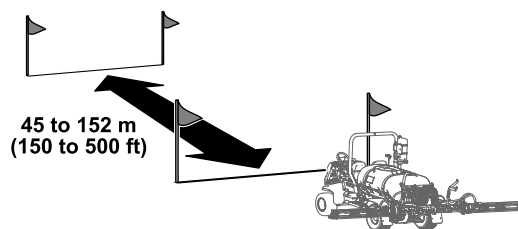

Рисунок 63
5. Нанесите стартовую линию в испытательной зоне газона (Рисунок 63).
3. Нажмите кнопку 2 на панели инфо-центра и ведите машину к финишной линии (Рисунок 66 и Рисунок 63).